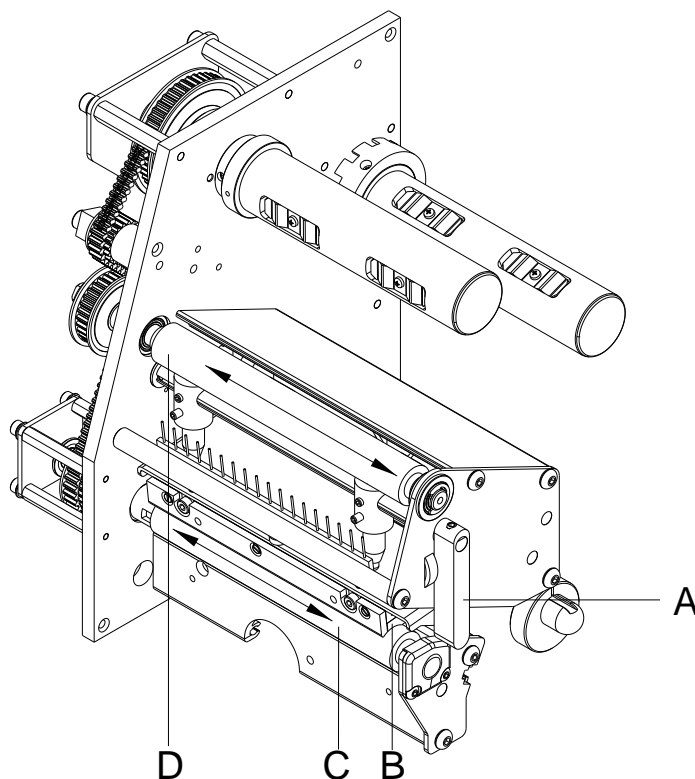

Figure 13
2. Tourner le levier (A, Figure 13) en sens inverse des aiguilles d'une montre pour déverrouiller la tête d'impression (B, Figure 13).
5. Tourner le rouleau (D, Figure 13) manuellement pas à pas pour pouvoir nettoyer tout le rouleau (ne possible que l'imprimante est mise hors marche, sinon le moteur à pas est sous tension et le rouleau est tenu dans sa position).
7. Pour fermer la tête d'impression (B, Figure 13) tourner le levier (A, Figure 13) dans le sens des aiguilles d'une montre jusqu'à ce qu'il engage.
2. Tourner le levier (A, Figure 13) en sens inverse des aiguilles d'une montre pour déverrouiller la tête d'impression.
7. Pour fermer la tête d'impression tourner le levier (A, Figure 13) dans le sens des aiguilles d'une montre jusqu'à ce qu'il engage.